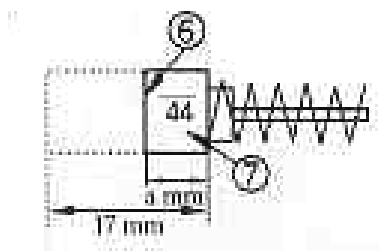

Fig. 6
Motorul folosește perii de carbon care sunt piese consumabile; deoarece o perie de carbon excesiv de purtată ar putea duce la probleme cu motorul, înlocuiți peria de carbon. Limitator de uzură (6) Nu de perie de carbon (7). (Vezi Fig. 6)